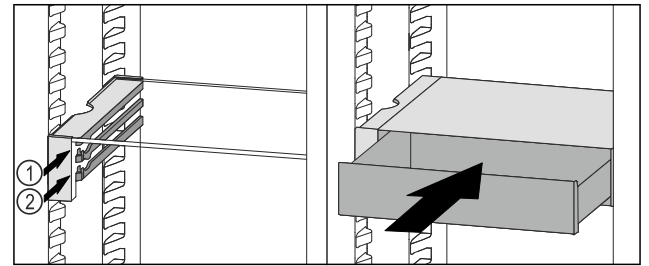

Fig. 66
- ▶ VarioSafe-lade achter de stoppers op de gewenste rib Fig. 66 (1) of Fig. 66 (2) plaatsen.